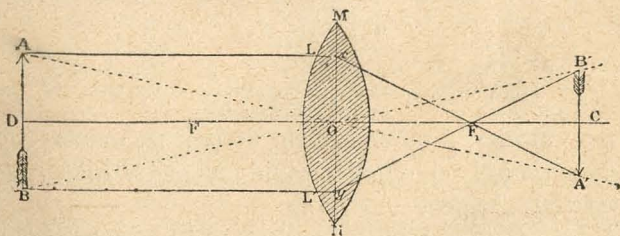

Fig. 137.—Marcha de los rayos luminosos en una lente biconvexa:
13. **Construcción de las imágenes en las lentes**.—Sea una lente convergente  $MN$  (fig. 137); para construir la
**14. Naturaleza de las imágenes.** — En las *lentes convergentes*: 1.º Un objeto colocado á una distancia de la lente mayor que el doble de la distancia focal, da una imagen *real, invertida y menor que el objeto* (fig. 137).